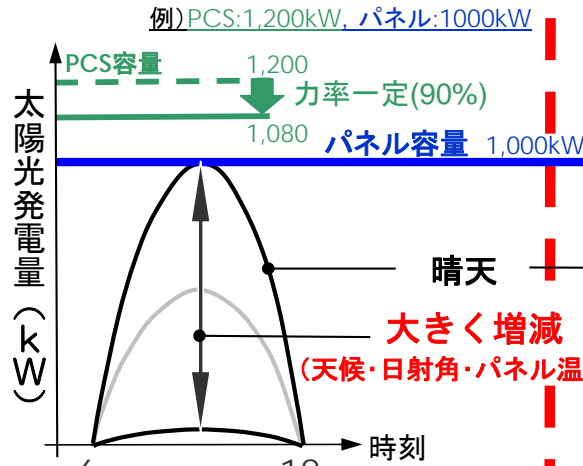

図1 1日の発電量イメージ図
(1) PCS容量 × 0.9 ≥ パネル容量の場合(図1)